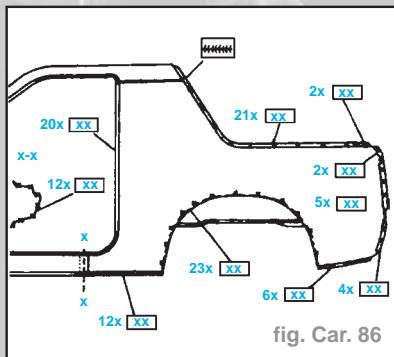

fig. Car. 86
- le panneau latéral extérieur arrière - découper suivant l'étendue du dommage, à peu près aux endroits représentés (fig. Car. 86).
- Reposer le panneau latéral extérieur arrière (fig. Car. 86).